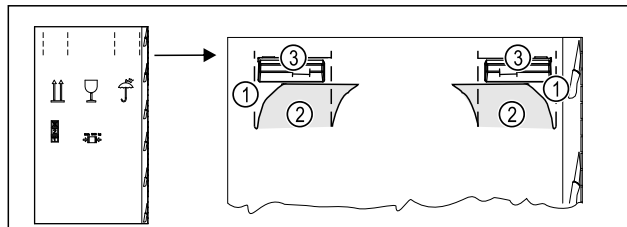

Fig. 4
- ▶ Vtlačte obalový karton nahore na perforaci Fig. 4 (1).
- ▶ Vytáhněte vtlačené spojky Fig. 4 (2).
- ▶ Pravá a levá rukojeť Fig. 4 (3) je viditelná.
- ▶ Držte spotřebič za rukojeti Fig. 4 (3).